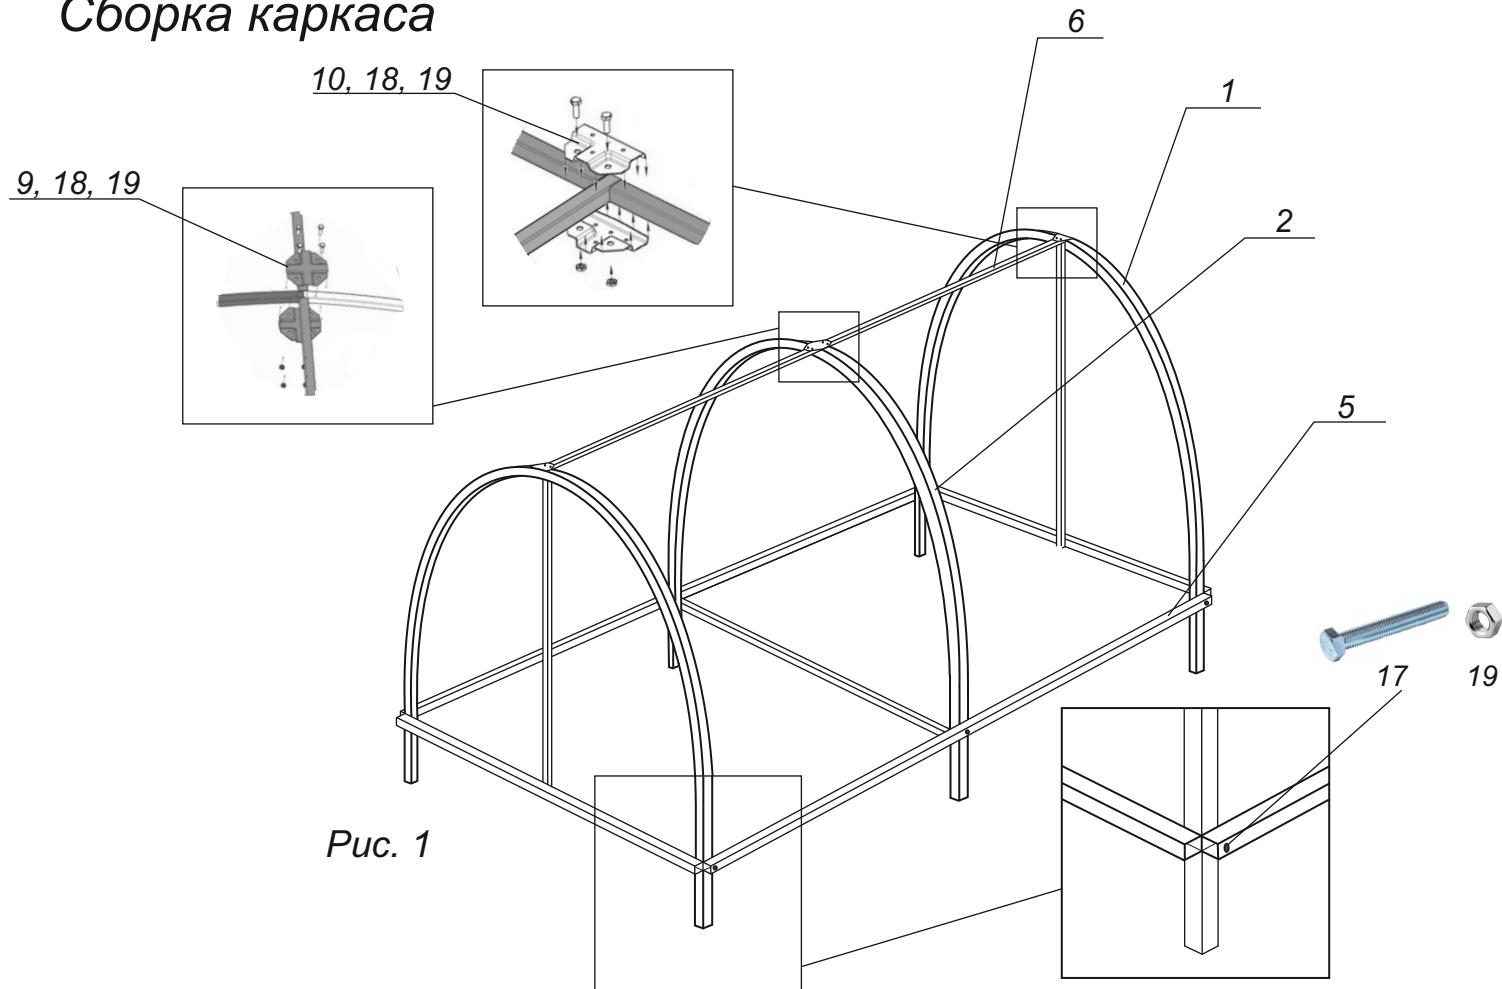

Рис. 1
2. Закрепить верхние стрингеры 1 м.(поз. 6) в верхней части каркаса, используя крепление типа «краб» (поз. 9, 10), болт M6x 25 (поз. 18) и гайку M6 (поз. 19), как показано на рис. 1.